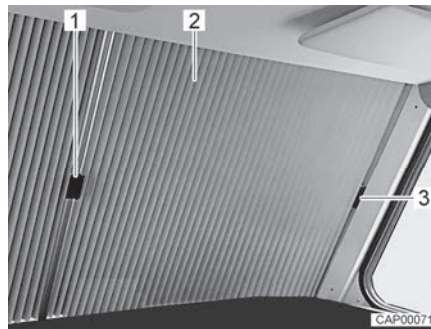

Fig. 11 Tendina oscurante pieghevole per il parabrezza (chiusa)
- Su ciascuna delle due metà della tendina oscurante pieghevole (Fig. 11,2) spingere la maniglia (Fig. 11,1) verso l'esterno sotto la copertura sul montante A.
- Agganciare la maniglia alla copertura (Fig. 11,3). L'oscurante del parabrezza è così fissato in modo che non possa chiudersi inavvertitamente durante la marcia.